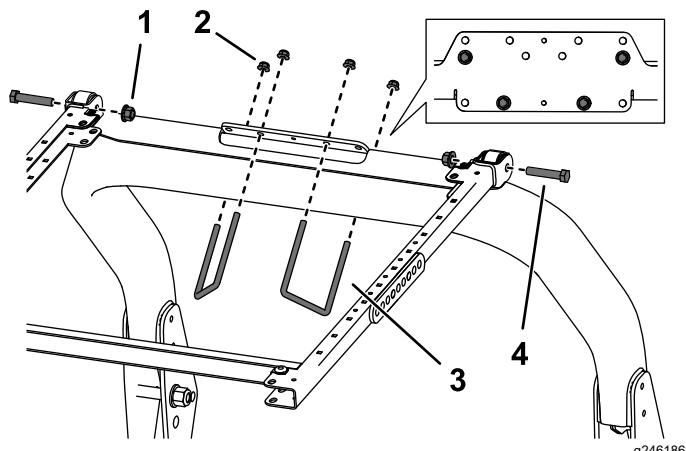

Figure 38
6. Placez le support du ROPS au sommet de l'arceau de sécurité du groupe de déplacement (Figure 38). Centrez bien l'arceau de sécurité dans le support du ROPS.
7. Utilisez les trous indiqués à la Figure 38 pour fixer le support du ROPS au sommet de l'arceau de sécurité à l'aide de 2 étriers filetés ($3\frac{1}{2}'' \times 5''$) et de 4 écrous à embase.